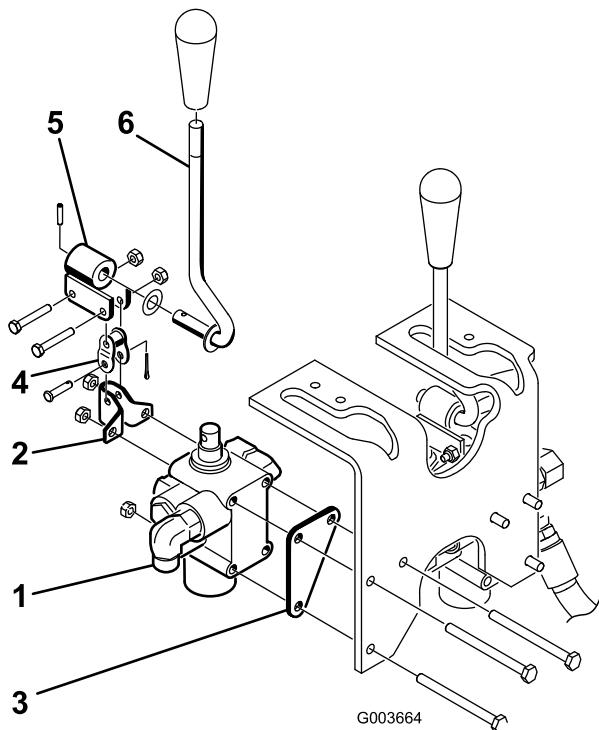

Figura 5
- Montare il gruppo valvola, la staffa orientabile e la piastra della valvola sul telaio con 3 bulloni (1/4 x 3 pollici) e 3 dadi di bloccaggio(Figura 5). Durante il montaggio, posizionare la piastra della valvola sulla parte anteriore del longherone del telaio. Serrare a una coppia di 10,2–12,4 Nm.
- Senza stringere eccessivamente, montare il gruppo leva del perno sulla bobina della valvola e sulla maglia falsa con 2 bulloni (#10 x 1-1/4 pollici) e 2 dadi di bloccaggio (Figura 5). Non serrare in questa fase.